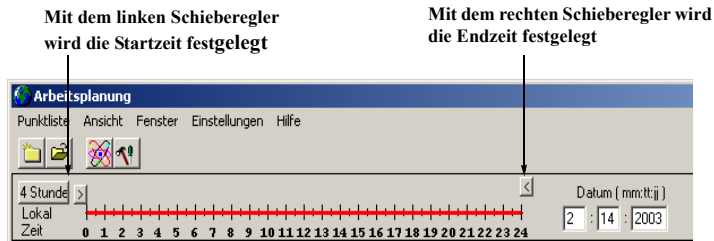

Abbildung A.2. Zeit Einstell-Leiste
2. Im oberen Teil des Fensters befindet sich eine 24-Zeit Einstell-Leiste, (Abbildung A.2), mit deren Hilfe sich ein beliebiges Zeitintervall für die Feststellung des DOP-Wertes und der Verfügbarkeit der Satelliten festlegen lässt. Der Zeitabstand lässt sich mithilfe der zwei Schieberegler   oberhalb der Skala einstellen. Um die Startzeit des Zeitintervalls festzulegen, klicken Sie auf den linken Schieberegler, halten Sie die Maustaste gedrückt und ziehen Sie den Schieberegler auf die gewünschte Startzeit.